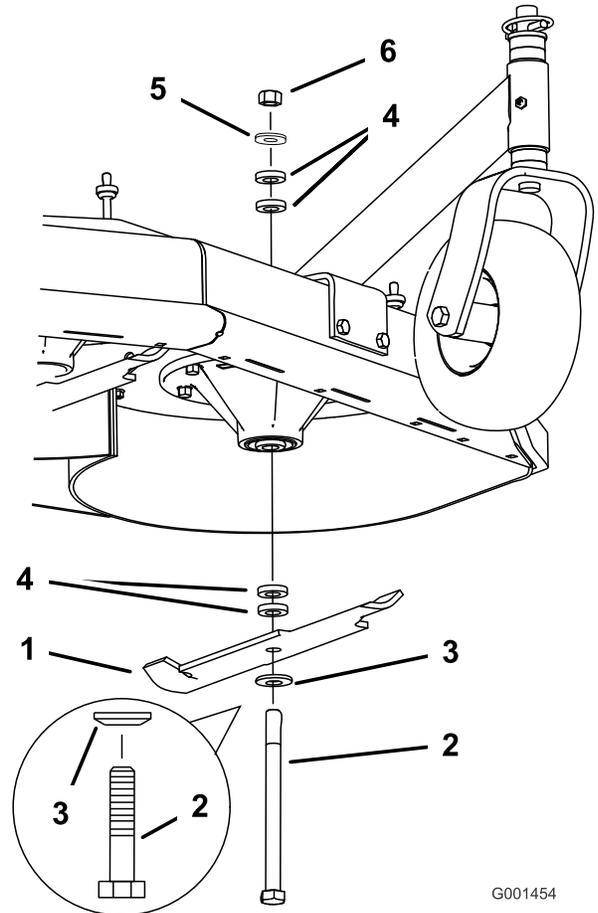

Figura 56
- Retire la tuerca, el perno de la cuchilla, la arandela curva, la cuchilla, los espaciadores, y la arandela fina del eje (Figura 56).
1. Instale la arandela curva y luego la cuchilla en el perno. Seleccione el número correcto de espaciadores para la altura de corte deseada, y deslice el perno dentro del eje (Figura 56).